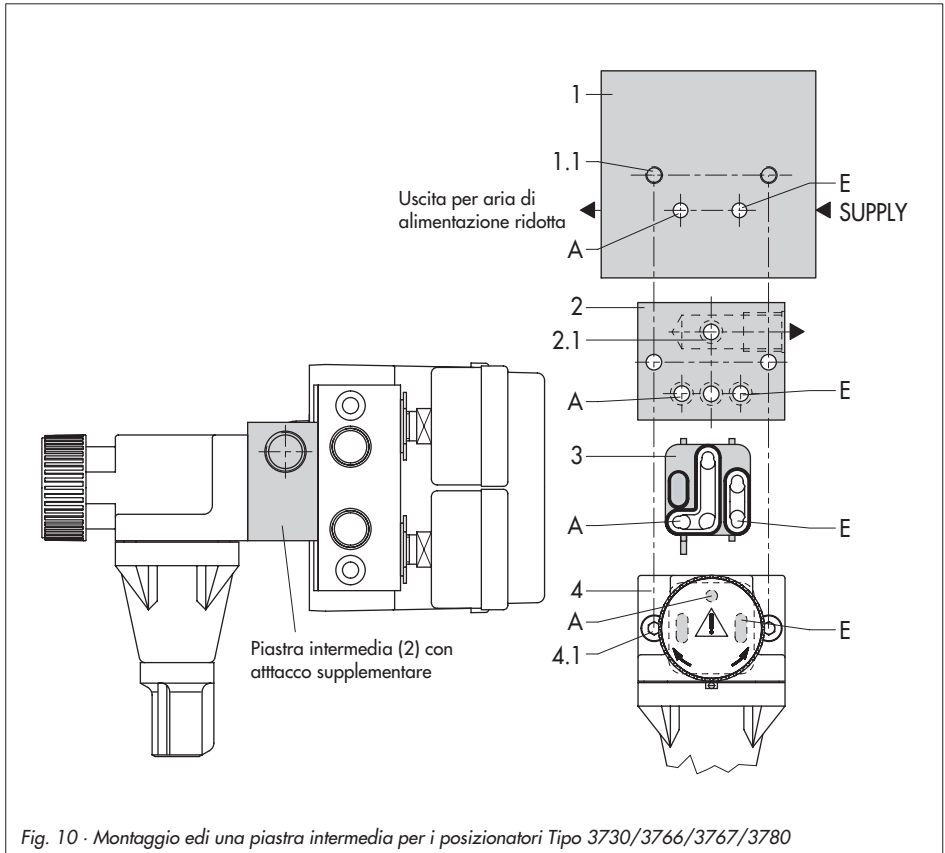

Fig. 10 - Montaggio di una piastra intermedia per i posizionatori Tipo 3730/3766/3767/3780
La lingua lunga in gomma della guarnizione sagomata (3) deve sempre puntare nella direzione dell'uscita del regolatore (aria di alimentazione ridotta). Vedere Fig. 10, 11 e 12).
2. Inserire gli O-ring (2.1) nei fori della piastra intermedia (2).